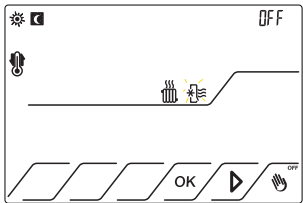

Fig.7
3.2.3 Premere il tasto ▶ fino a posizionarsi sull' icona ✨ che comincerà a lampeggiare. Compare la scritta OFF. Fig.7